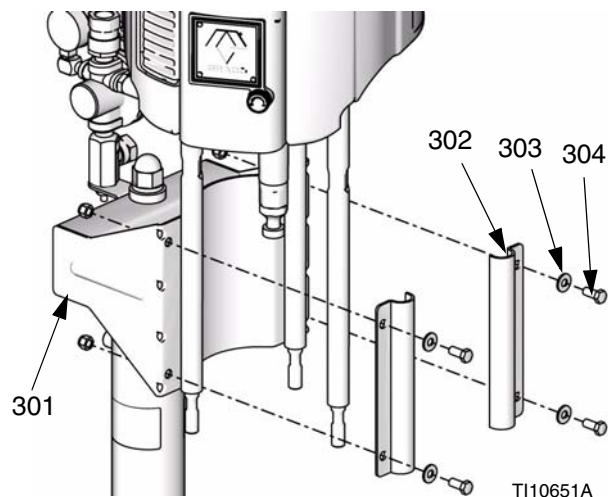

FIG. 27
1. Mettez les tirants d'assemblage dans l'axe et introduisez-les dans le bas de pompe. Voir FIG. 27.
3. Positionnez la pompe contre le support (301) de façon à ce que les colliers (302) s'adaptent sur les tirants d'assemblage.